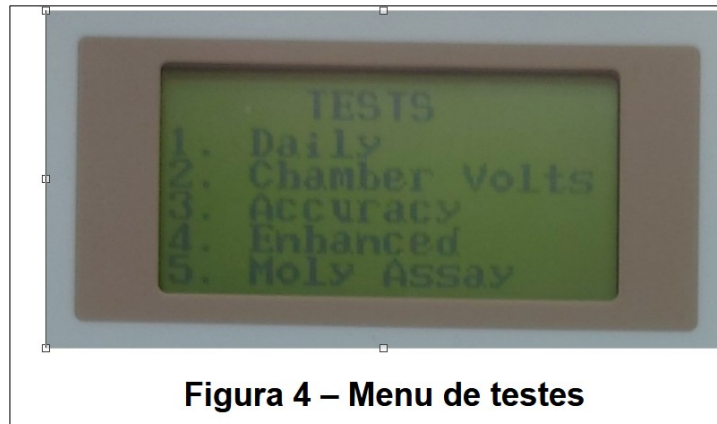

Figura 4 – Menu de testes
8. No menu de testes selecione a opção 1 (1 – DAILY), conforme Figura 4, clicando na tecla com o número 1;